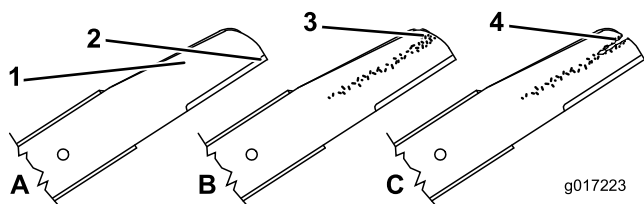
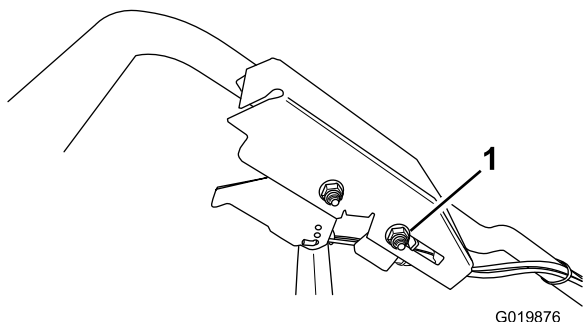

Рисунок 36
Рисунок 42
1. Осмотрите режущие кромки (Рисунок 36). Если кромки не острые или зазубренные, снимите ножи и заточите или замените их.
2. Осмотрите сами ножи, обратив особое внимание на состояние их фигурных частей (рис. 42). При обнаружении повреждений, износа, образования бороздки на этих частях (Рисунок 36) незамедлительно замените ножи новыми.
2. Ослабьте гайку держателя троса (Рисунок 42).